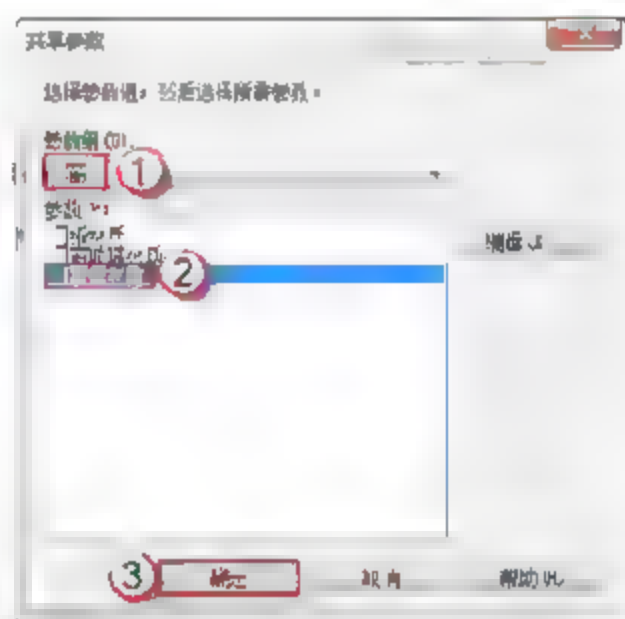

图 6.3.56 添加门窗框材质
(15) 添加 MC2934 门框材质。在门框的“属性”面板中，单击“材质和装饰”栏“材质”右侧的空白按钮，弹出“关联族参数”对话框，单击“添加参数(D)”按钮。弹出“参数属性”对话框。选择“共享参数”单选按钮，单击“确定”按钮，弹出“共享参数”对话框，在“参数组(G)”中选择“门窗”选项，在“参数(P)”中选择“门窗框材质”选项，单击“确定”按钮，如图 6.3.56 所示。